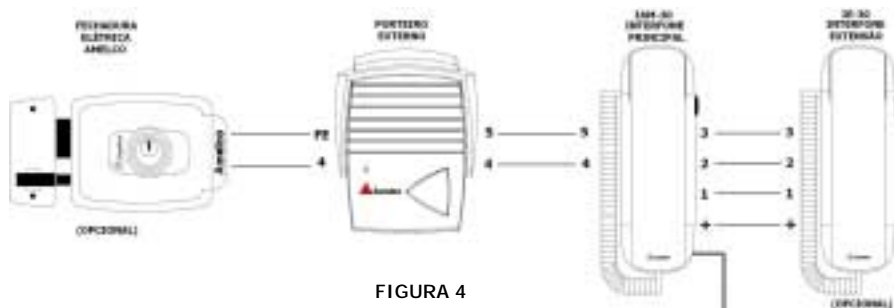

FIGURA 4
A instalação é simples, basta ter dois fios para a ligação do sistema, vide figura 4. Um fio deve ser ligado no **TERMINAL (5)** do interfone e no **TERMINAL (5)** do porteiro. O outro fio deve ser ligado no **TERMINAL (4)** do interfone e no **TERMINAL (4)** do porteiro.
Se for instalar fecho ou fechadura eletromagnética ligue os fios nos TERMINAIS (4) e (FE) do porteiro, vide figura 4 e tabela de especificações dos fios.
Se desejar colocar extensão deverá ser usado quatro fios interligando os TERMINAIS (+), (1), (2) e (3) do Interfone principal (IAM-30) para o Interfone extensão (IE-30), vide figura 4 e tabela de especificações dos fios.